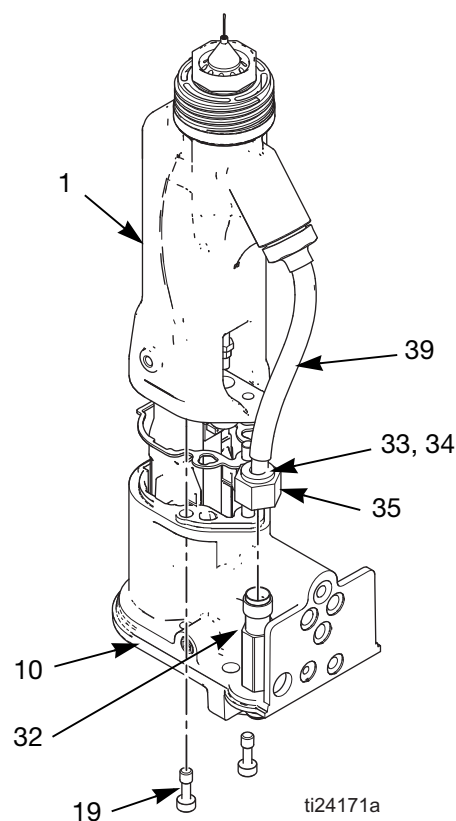

ABB. 26. Ausbau des Pistolenlaufs
3. Entfernen Sie das Pistolenabdeckblech (26).
4. Vorsichtig die Mutter (35) am Materialstutzen lösen. Das Rohr (39) aus dem Stutzen (32) ziehen. Achten Sie darauf, dass beide Klemmringe (33, 34) und die Mutter am Rohr bleiben. Siehe ABB. 26.
6. Die zwei Schrauben (19) lösen. Siehe ABB. 26.
7. Halten Sie das Pistolengehäuse (10) mit einer Hand und ziehen Sie den Pistolenlauf (1) gerade vom Gehäuse weg. Siehe ABB. 26.